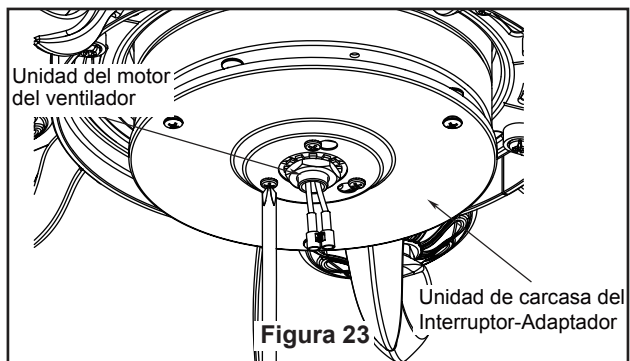

Figura 23
- Extraiga uno de los tres tornillos del en la unidad del motor. Afloje levemente los otros dos tornillos. Instale el ensamble de unidad de carcasa del interruptor-adaptador en la unidad del motor del ventilador usando los dos chaveteros del ensamble. Vuelva a colocar el tercer tornillo y asegure los tres tornillos. (Figura 23)